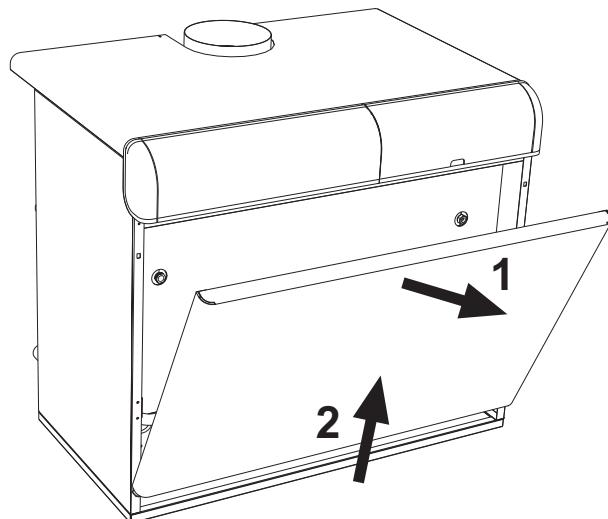

рис. 9 - Открытие лицевой панели
Для открытия передней панели котла следуйте указаниям, приведенным врис. 9.
- Снимите лицевую панель котла (рис. 9).